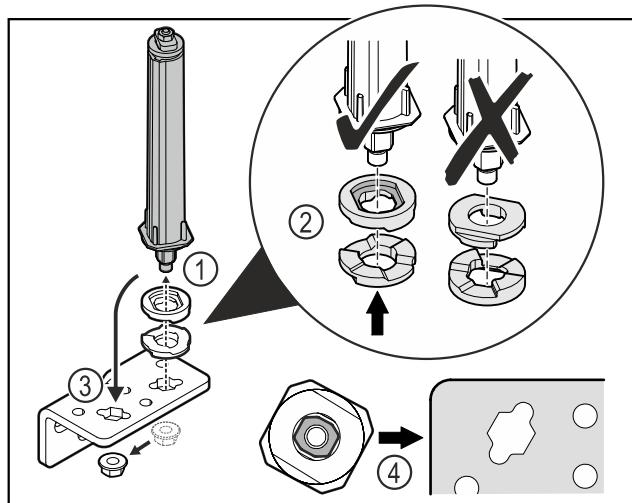

Fig. 29
- Mutter lösen und Türschließsystem entfernen Fig. 29 (1).
- Auf die korrekte Ausrichtung der Höhenverstellscheiben achten Fig. 29 (2).
- Türschließsystem im Scharnierwinkel umsetzen und mit der Mutter fixieren Fig. 29 (3).
- Beim Einsetzen auf die korrekte Ausrichtung des Türschließsystems achten Fig. 29 (4).